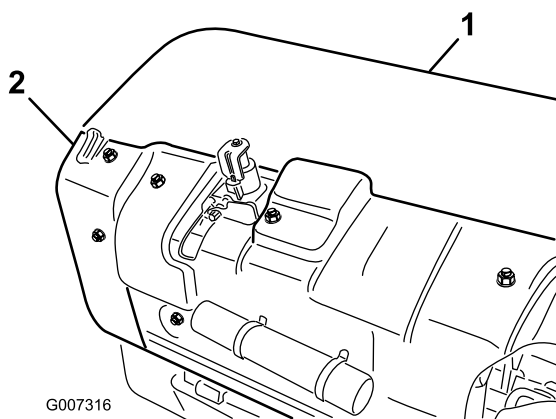

Рисунок 35
1. Снимите заднюю крышку аэраторного вала (Рисунок 35).
2. Отверните болты крепления щитка шкива и снимите щиток (Рисунок 35).